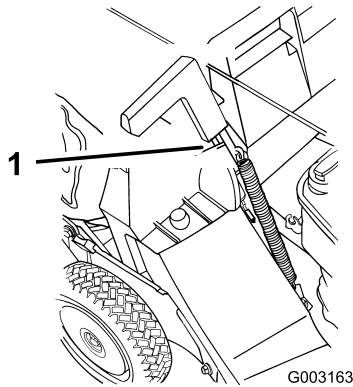

Figura 19
5. Tire hacia adelante del tirador de la puerta de descarga hasta que la clavija salga del cierre, y mueva el tirador hacia atrás hasta que la clavija se bloquee en la muesca de la bolsa (Figura 19).